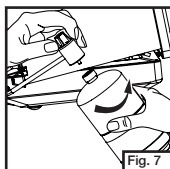

Fig. 7
- Quite la tapa de plástico de la parte de arriba de la botella de propano y enrosque la botella de propano en el regulador apretándola a mano. (Fig. 7)